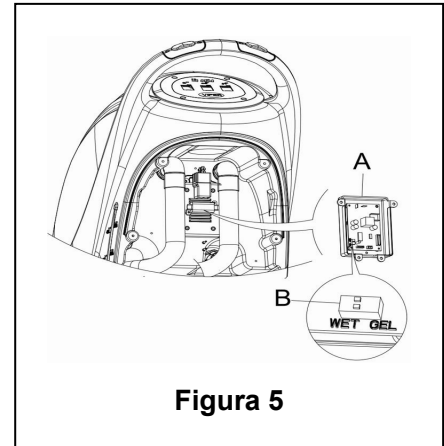

Figura 5
2. Togliere il tubo di drenaggio (15)
4. Togliere il coperchio del controllo (5), e le viti del coperchio della batteria (10). Togliere le viti del piedistallo PCB. L'interruttore DIP (B) per impostare la batteria può essere visto ribaltando la scheda PCB. (Vd. Figura 5)
5. Mettere il microinterruttore DIP (B) in posizione "WET",